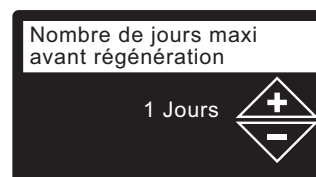

FIG. 28
21. **NOMBRE DE JOURS MAXI AVANT RÉGÉNÉRATION** Appuyez sur le bouton HAUT (▲) ou BAS (▼) pour définir le nombre de jours avant une régénération automatique (cf. Figure 28). La plage de réglage de cette fonction est 1 - 99 jours.